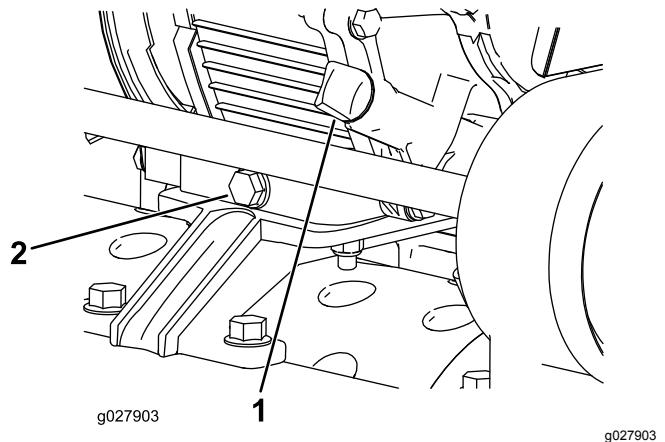

Figura 29
- Parcheggiate la macchina su terreno pianeggiante e pulite la zona attorno all'asta di livello dell'olio (Figura 29).
2. Collocate una bacinella sotto il tappo di spurgo, dietro la macchina (Figura 29). Allentate il tappo di spurgo.